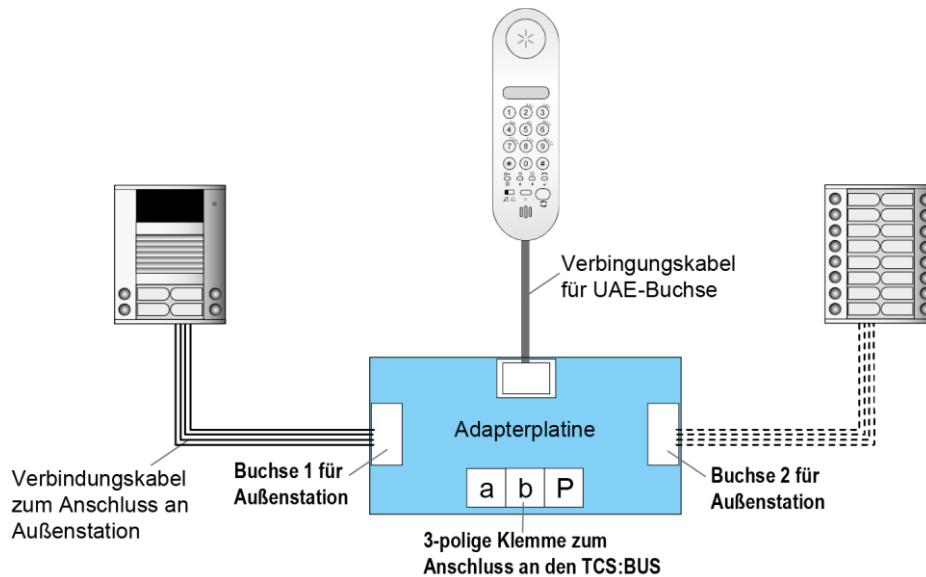

Abb. 2: Anschlussplan für Servicegerät TCSK
- Schließen Sie die Adapterplatte entsprechend Abb. 2 an.
- ▶ Schließen Sie das Servicegerät an, siehe Abb. 2, S. 9.